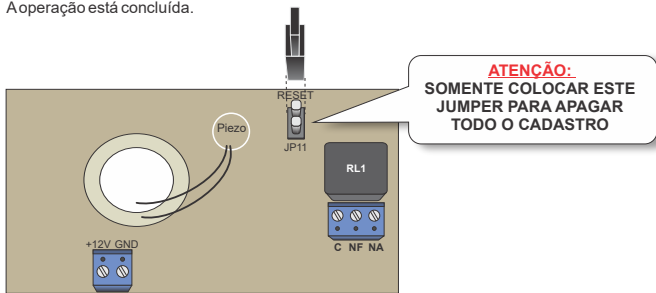

Figura 5
- Feche o jumper JP11 (veja figura 5);